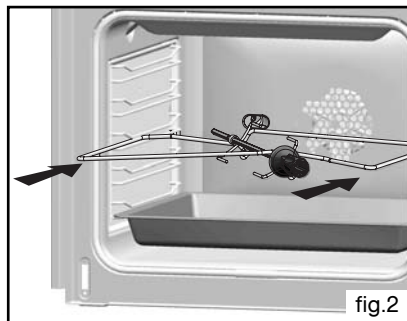

fig.2
- **Plat multi usages (fig.2)**
- placez la broche sur son berceau (fig.2).
Faire levier sur ces pièces afin de déclipper la glace (fig.2).
Décrochez le gradin fil (**B fig.2**) à l'avant en le soulevant (*schéma A fig.1*). Tirez vers soi l'ensemble du gradin, le soulever afin de décrocher l'attache de fixation arrière (*schéma B fig.1*). Le sortir des 2 trous (**C fig.2**) de la paroi catalytique et du moufle du four. Retirez ensuite la paroi catalytique (**A fig.2**). Remplacez les nouveaux éléments (gradins) en effectuant les opérations inverses.
Dévissez complètement la vis (**E fig.2**) située en haut de la paroi du fond (**D fig.2**). Inclinez la paroi vers l'avant afin de la retirer du moufle. Remplacez la nouvelle paroi en effectuant les opérations inverses.